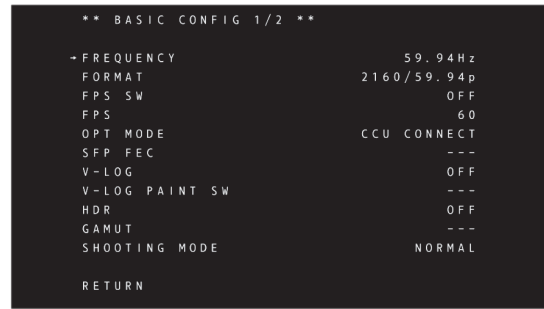

図 2
- 7 〈SELECT〉ダイヤルボタンを回して [FREQUENCY] にカーソル (矢印) を移動させる。(図 2)